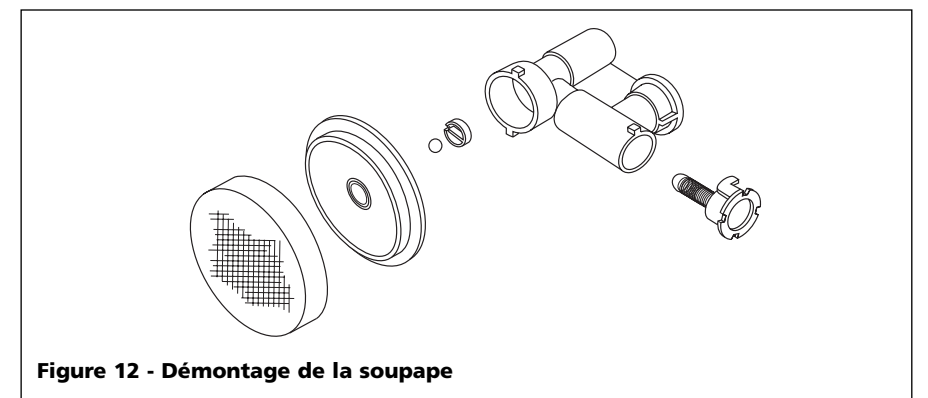

Figure 12 - Démontage de la soupape
2. Démontez tel qu'indiqué sous la figure 12. Nettoyez chaque pièce.